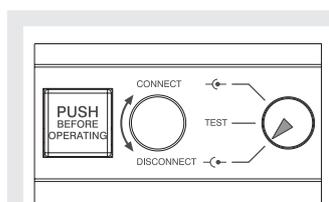

Figura 51
- interruptor en posición de extraído (véase Figura 51)